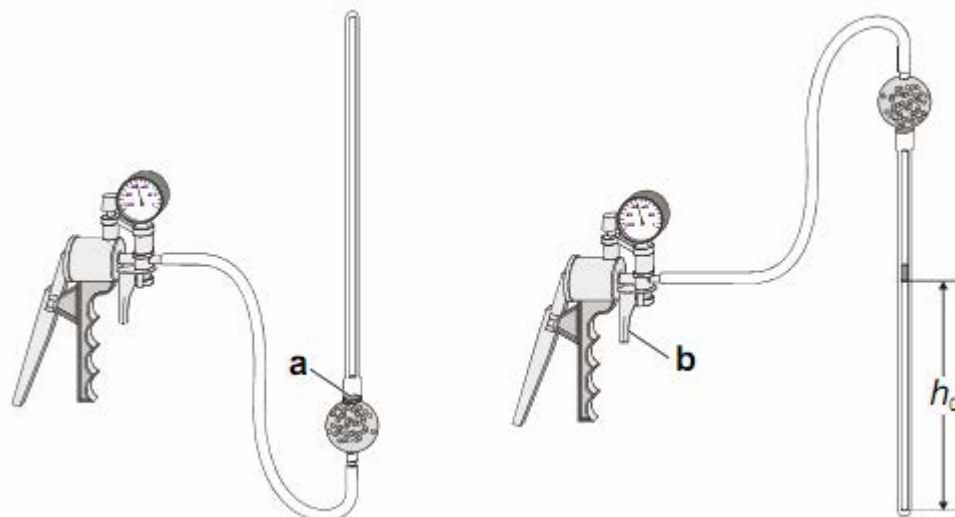

Рис.2.
2. Поверните осторожно термометр как показано слева на рис. 2 и откачайте воздух из него с помощью насоса так, чтобы капелька ртути оказалась в точке а) (см. рис.2).
3. После того как капелька ртути собралась в точке а) поверните термометр отверстием наверх и спустите нагнетенный воздух ручкой b) на насосе (см. рис.2) осторожно, чтобы ртуть не разделилась на несколько капелек.